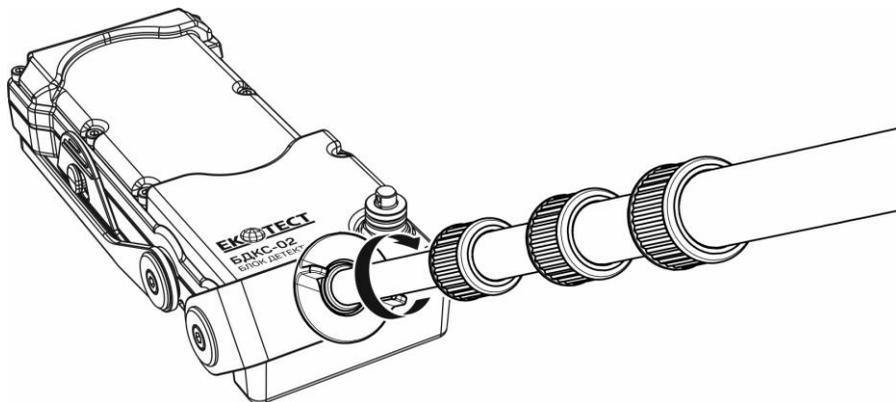

Рисунок 2.9 – Закріплення штанги телескопічної до БДКС-02
2.2.6.3 Накрутіть штангу телескопічну на фіксатор поворотний БДКС-02 (рис. 2.9).